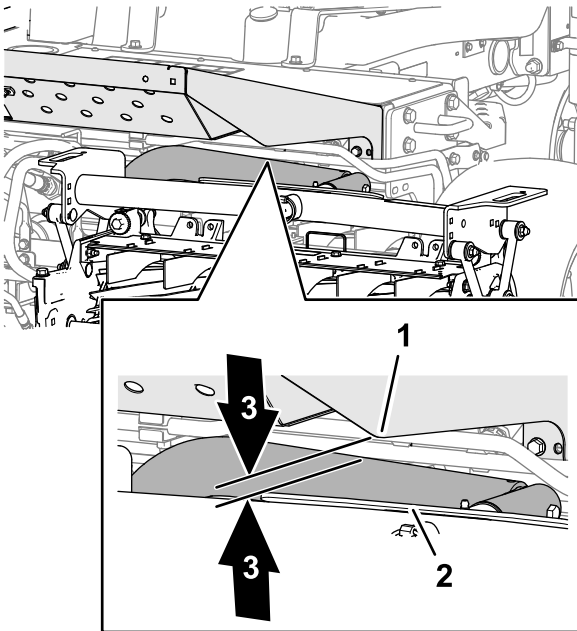

Figure 24
3. Sur les unités de coupe avant, mesurez la distance entre le bras de levage gauche et le support du panneau de plancher, et entre le bras de levage droit et le support du panneau de plancher (Figure 24).